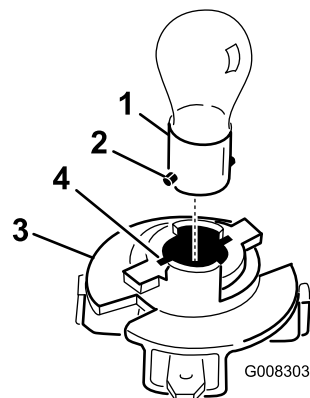

Figure 31
8. Poussez sur l'ampoule pour la tourner à fond vers la gauche (env. 1/4 tour) et retirez-la de l'embase (Figure 31).
1. Alignez les deux ergots en métal de la base de l'ampoule et les fentes de l'embase, et insérez la base dans le support (Figure 31).
3. Alignez ces languettes (Figure 31) et les rainures du réflecteur.